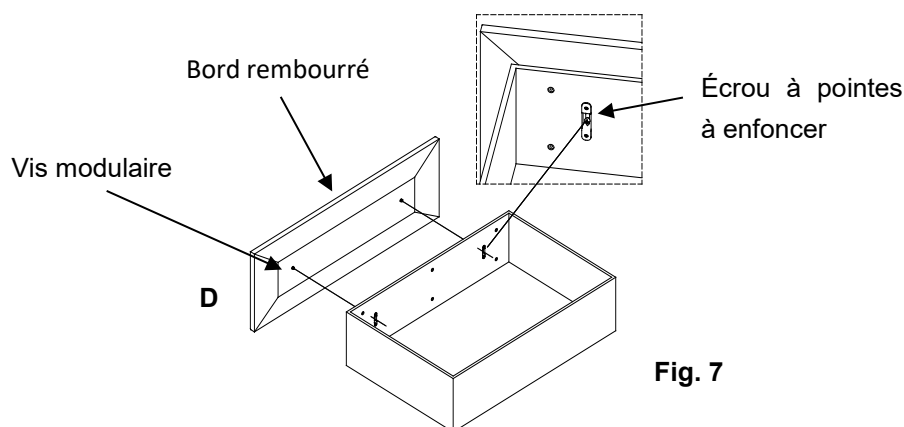

Fig. 7
30. Avant de réassembler le tiroir sur le système de coulisse, les bandeaux de tiroir (D) doivent être fixés aux tiroirs.
31. Le bandeau de tiroir (D) est préinstallé grâce à deux vis modulaires. Ces dernières doivent être assemblées au centre des deux inserts d'écrou à pointes à enfoncer. S'assurer que le bord rembourré du bandeau de tiroir se trouve sur la partie supérieure. Une fois alignées, les vis modulaires glissent sur les écrous à pointes à enfencer et se verrouillent en position. Voir **Fig. 7**.